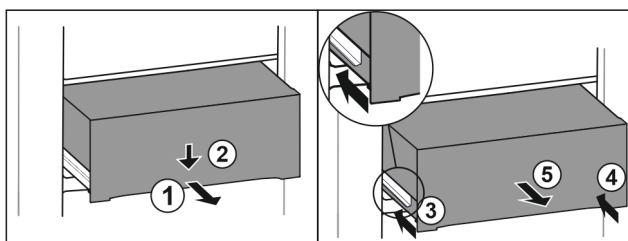

Fig. 151
- Zásuvku napůl vytáhněte. Fig. 151 (1)
- Stlačte zásuvku na přední straně dolů. Fig. 151 (2)
- Zasuňte levou kolejničku přibližně do 2 cm. Fig. 151 (3)
- Zasuňte pravou kolejničku přibližně do 2 cm. Fig. 151 (4)
- Vyjměte zásuvku dopředu. Fig. 151 (5)